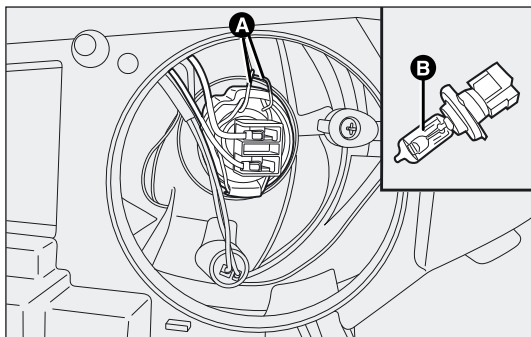

fig. 152
- ☐ haak de borgveren van de lamp A-fig. 152 los;
- ☐ verwijder en vervang de lamp B-fig. 152;